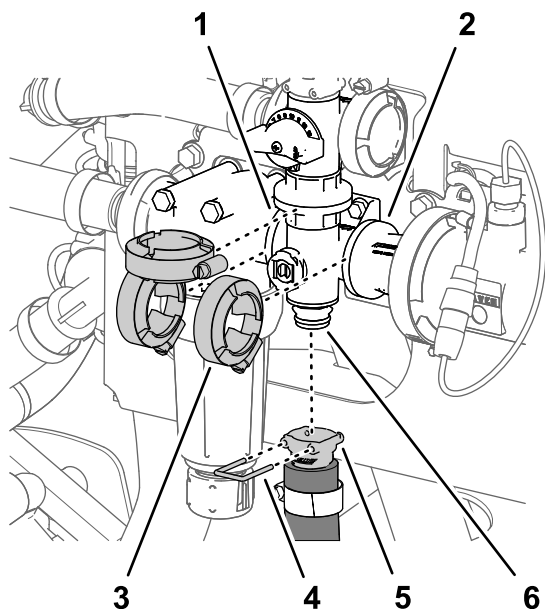

Figura 108
1. Rimuovete il perno di collegamento rapido che fissa l'accoppiatore rapido del flessibile dell'agitatore al collettore della valvola dell'agitatore (Figura 108).